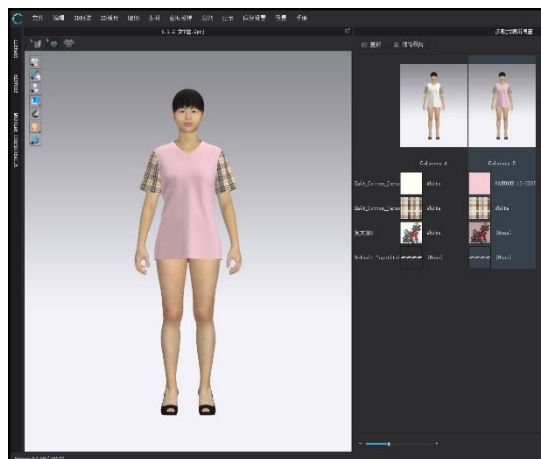

图 4-1-16 女 T 恤齐色展示
- (1) 单击界面右上角“模拟”下拉列表，选择“齐色”，进入齐色模块。
- (2) 选择界面右上角“+”，增加款式，设置款式名称为“Colorway B”。
- (3) 对“Colorway B”进行各部件颜色属性设置，设置完成后点击“更新”进行多色展示，如图 4-1-16 所示。
- (4) 同样操作，可设置更多款式颜色进行多色款展示。